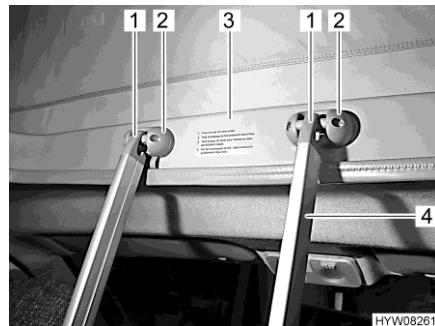

Fig. 43 Scaletta di accesso
- Scaletta di accesso** Per accedere al letto sul tetto a soffietto utilizzare sempre la scaletta di accesso (Fig. 43,4) montata di serie.
- Agganciare la scaletta con i due archetti (Fig. 43,1) nelle griffe (Fig. 43,2) del telaio (Fig. 43,3) del tetto a soffietto.